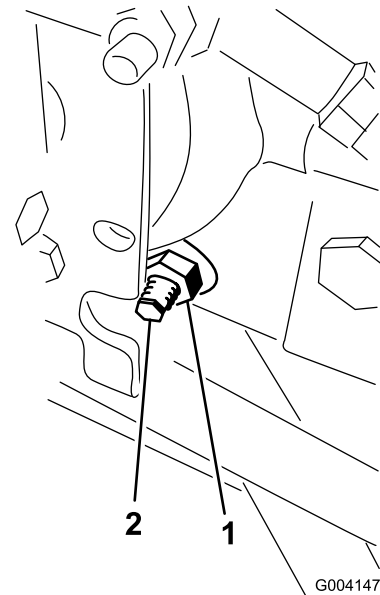

図 47
3. ハイドロスタットの右側にあるトラクション調整カムのロックナットをゆるめる（図 47）。